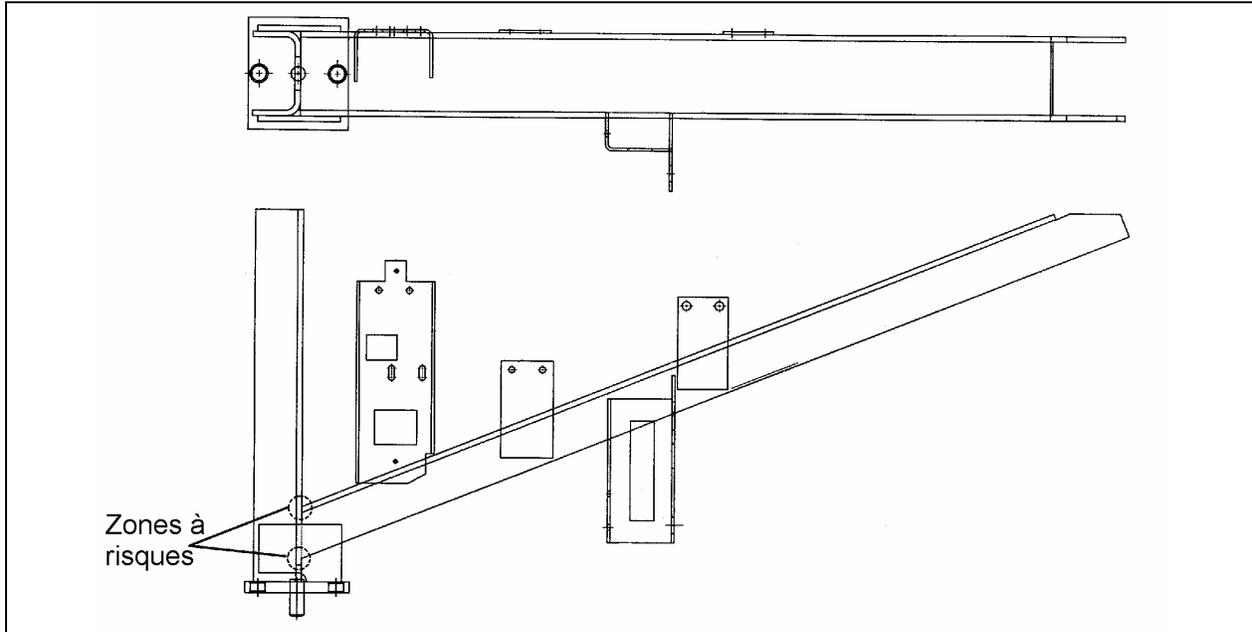

FIGURE 1 : ENSEMBLE SUPPORT DE LA BARRE D'ACCROUPEMENT TRANSVERSALE DE L'ESSIEU AVANT
2. Enlever l'enduit protecteur (Gravel Guard 3M) et toutes traces de rouille près des zones à risques, les zones à risques sont la jonction de la poutre et du montant diagonal de l'ensemble support indiquée à la figure 1.